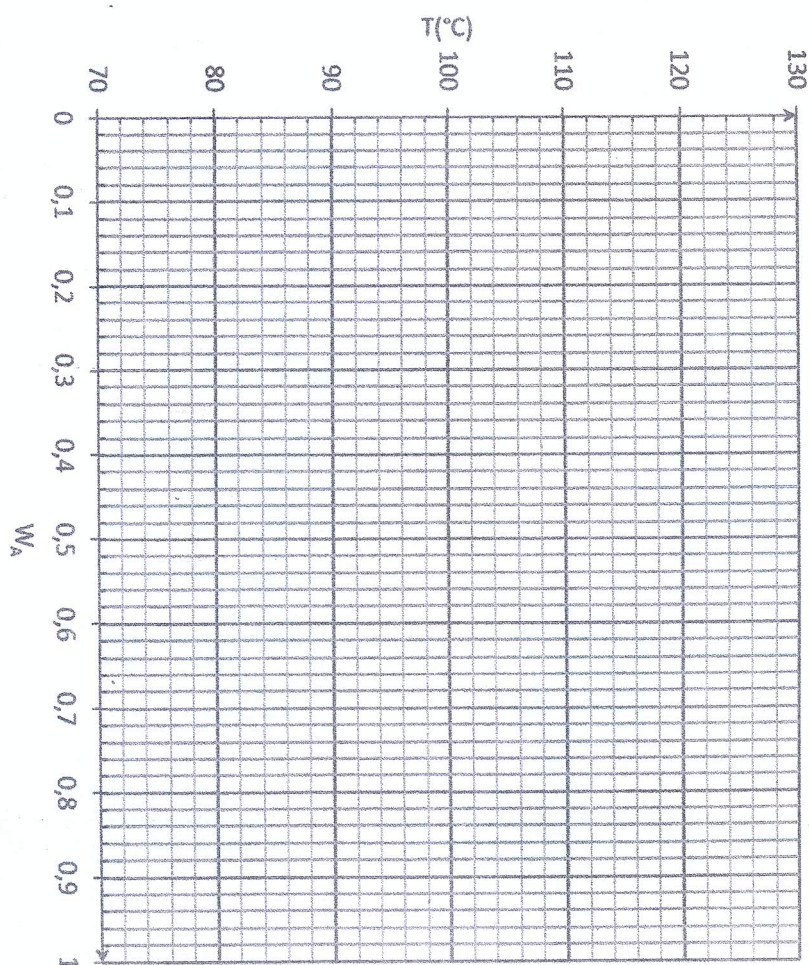

Figure 2
1. Construire, sur la figure 2 (page 6), le diagramme d'équilibre liquide-vapeur du binaire A-E.